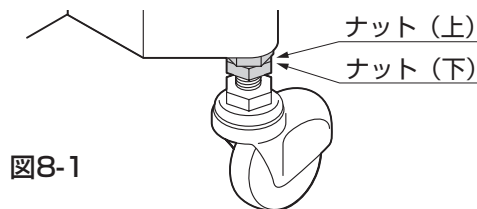

図8-1
②キャスターについている「ナット(上)」、「ナット(下)」を上にあげて固定してください。(図8-1参照)